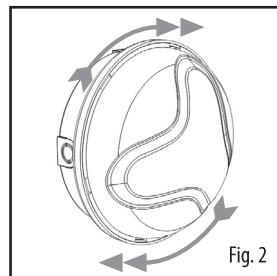

Fig. 2
- Para el mantenimiento, abrir el plafón e introducir en las 4 hendiduras correspondientes, un destornillador plano y hacer palanca (fig. 2).
- Pour l'entretien ouvrez le plafonnier en enfilant dans les 4 fentes prévues à cet effet un tournevis plat que vous utiliserez comme un levier (fig. 2).
- Aby przeprowadzić konserwację należy otworzyć plafonierę wsuwając w tym celu w 4 specjalne szczeliny wkrętak płaski i podważając (rys. 2).
- Inserire la calotta sulla base e chiuderla ruotandola in senso orario (fig. 2).
- Fit the diffuser to the base and close it by rotating clockwise (fig. 2).
- Coloque a calota sobre a base e feche-a girando-a no sentido horário (fig. 2).
- Die Haube an der Basis befestigen und schließen, indem sie nach links gedreht wird (Abb. 2).
- Introducir la tapa en la base y cerrarla girándola en el sentido de las agujas del reloj (fig. 2).
- Enfillez la calotte sur la base et fermez-la en la faisant tourner en sens horaire (fig. 2).
- Zamontować klosz do podstawy i zablokować obracając go w kierunku zgodnym z ruchem wskazówek zegara (rys. 2).